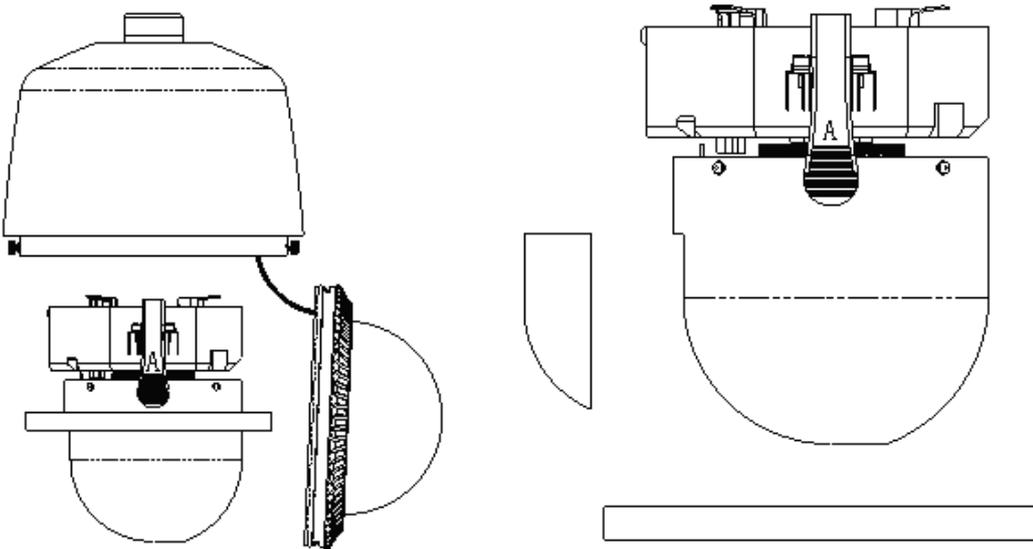

图 2-2-1 打开透明罩取出机芯和机芯珍珠棉
- 2、打开透明罩，取出机芯和机芯里面的珍珠棉，如图 2-2-1 所示。